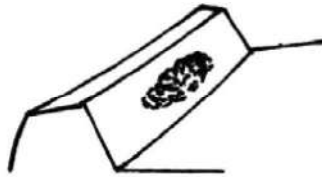

Рис. 8. Выступ зацепления зубчатой передачи
- Зацепление главных механизмов осуществляется посредством выбора прокладки гнезда подшипника и прокладки картера ведущего моста необходимой толщины, чтобы убедиться в правильности отпечатка (как показано на рис. 8) и размером зазора в пределах 0.16–0.32 мм. При этом, удерживайте предварительное напряжение на обоих концах дифференциала в пределах 100–150 Н;
- Соприкосновение пары звездочек на концах переднего моста регулируется набором прокладок (1) подходящей толщины, чтобы гарантировать зазор механизма в пределах 0.16–0.3 мм, и обеспечить правильное пятно контакта.
- Чтобы получить конечный зазор механизма в пределах 0.16–0.3 мм, необходимо изменить толщину прокладок (13) для окончательной регулировки, тем временем,
- Зазор 0.1–0.5 мм между нижней поверхностью кольца-фиксатора (4) вертикального вала (3) в любом конце и верхней поверхностью ведомой шестерни (7) получают используя прокладки (6) подходящей толщины.